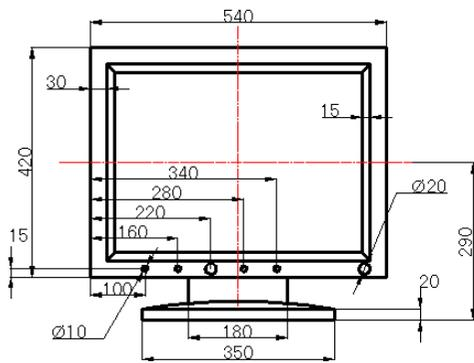

图 17.5.20 添加直径标注
(1) 添加图 17.5.20 所示的直径标注, 双击 $\varnothing 10$ 的尺寸, 在绘图区域的文本框中 $\varnothing 10$ 前输入 4x, 单击“关闭位图编辑器”按钮, 标注文字就会变成 4x $\varnothing 10$ 。